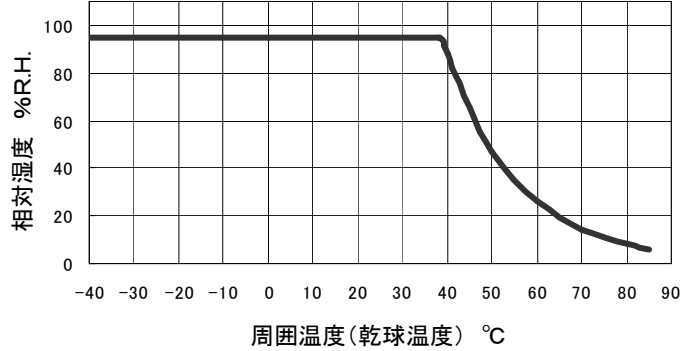

図2 湿度デレティングカーブ
- 湿度範囲 : H 95%R.H. (但し、湿球最大温度 38°C 、図2参照)